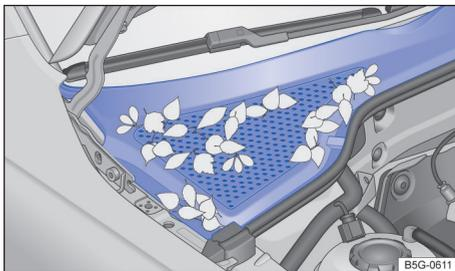

Fig. 202 Entre o compartimento do motor e o para-brisa: caixa de água (representação esquemática).
- A caixa coletora de água está localizada no compartimento do motor, entre o para-brisa e o motor e sob uma cobertura perfurada → Fig. 202. O ar ambiente é sugado da caixa coletora de água para o interior do veículo por meio do sistema de aquecimento e ventilação ou do ar-condicionado.